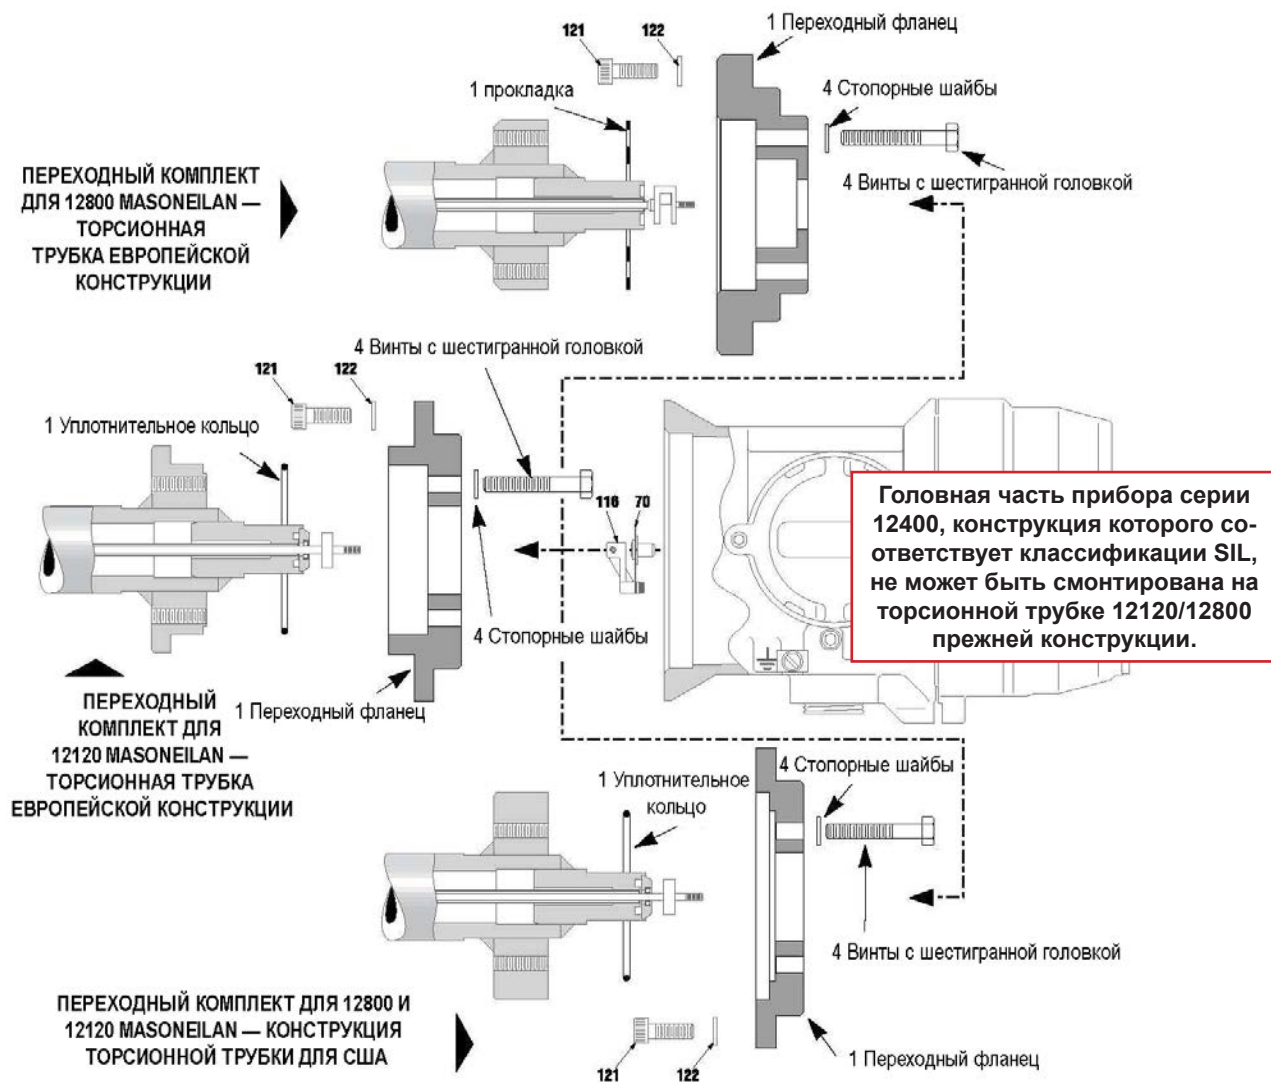

Рис. 22. Адаптация на торсионной трубке 12800/12120
- a. Отключить электропитание. Отвернуть предохранительный винт (106) до его выхода из корпуса и снять крышку (104) соединительного отсека. Отсоединить провода питания от клемм (90).
- b. Снять крышку (107) отсека механизма. Снять пружинный рычаг (242) со штифта (243) на кронштейне, чтобы отсоединить и ослабить его.
- c. При помощи шестигранного ключа 2,5 мм вывинтить винт (62), чтобы отсоединить кронштейн (54) от торсионного вала.
- d. Удерживая корпус от падения, вывинтить четыре винта (121) гаечным ключом 5 мм и удалить вместе с шайбами (122). Снять корпус, осторожно потянув его вдоль оси торсионной трубки, стараясь предотвратить любое деформирование гибкой пластинки (70).
- e. Если оригинальный или идентичный ему корпус вновь устанавливается на ту же торсионную трубку, то не удалять соединительный фланец (116) с торсионного вала. Также не отсоединять узел соединительной гибкой пластинки (70). Иначе, нужно вывинтить винты (119) с помощью шестигранного ключа 1,5 мм и снять узел соединительного фланца-гибкой пластинки (116-70).
- f. Если торсионная трубка не предназначена для прибора 12400, то нужно снять комплект адаптера корпуса цифрового преобразователя уровня. Этот комплект включает фланец, прокладку и винты (см. рис. 22).
9.2.2 Торсионная трубка приборов серии 12120 или 12800 (рис. 22)